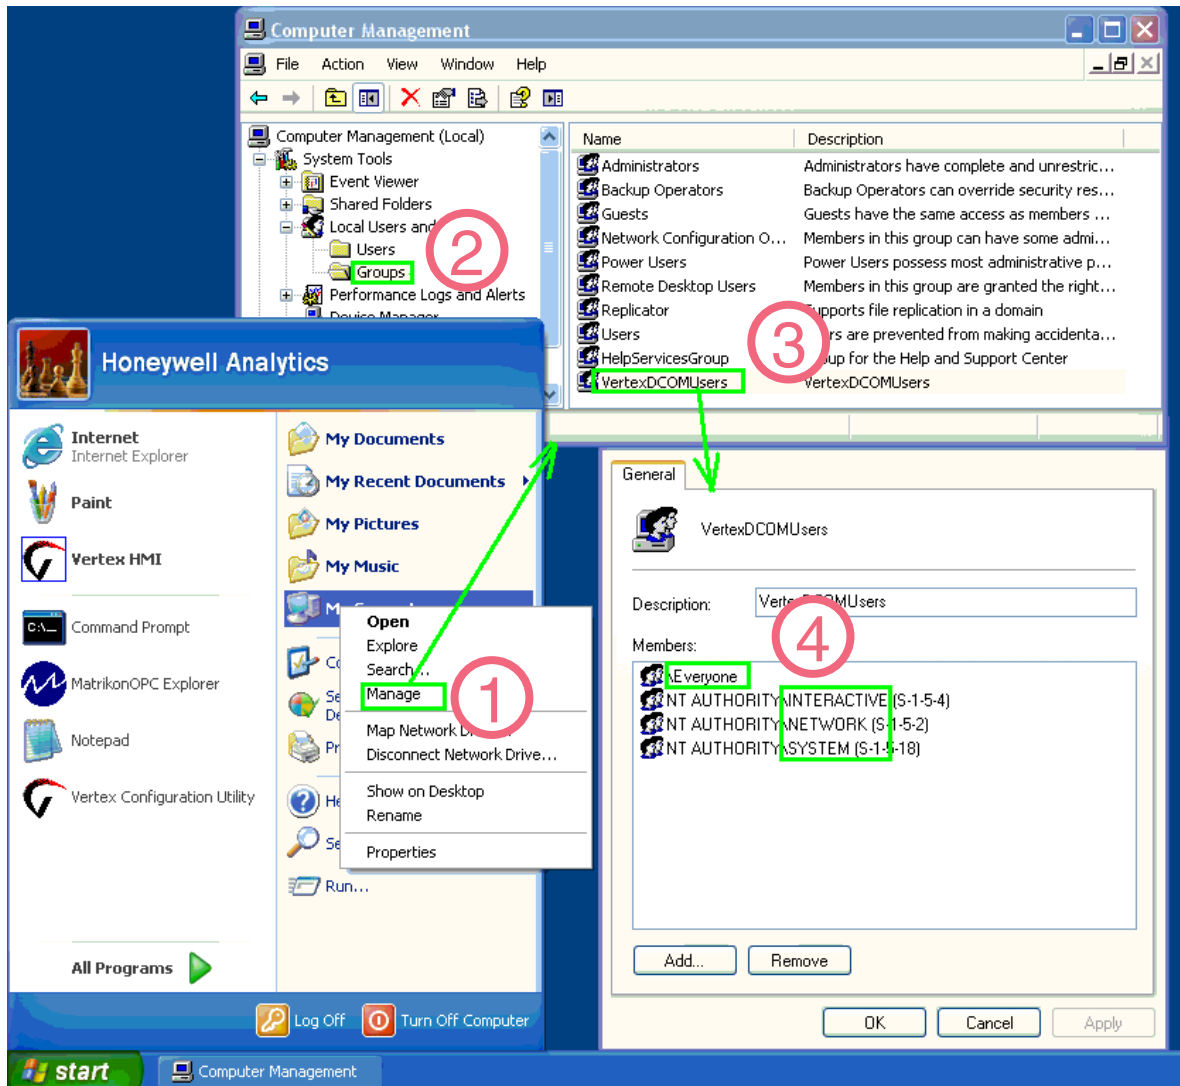

Abbildung F-13. Anlegen der Gruppe „VertexDCOMUsers“
5. Fügen Sie die Gruppenmitglieder „Jeder“, „Interaktiv“, „Netzwerk“ und „System“ hinzu, wie in Abbildung F-13 dargestellt.